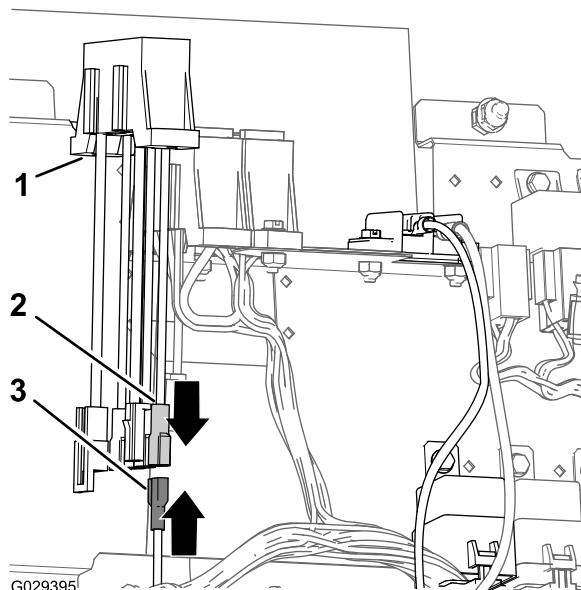

Figure 21
1. Branchez le connecteur à lame du faisceau du kit de finition au connecteur à douille du porte-fusibles auxiliaire (Figure 21).